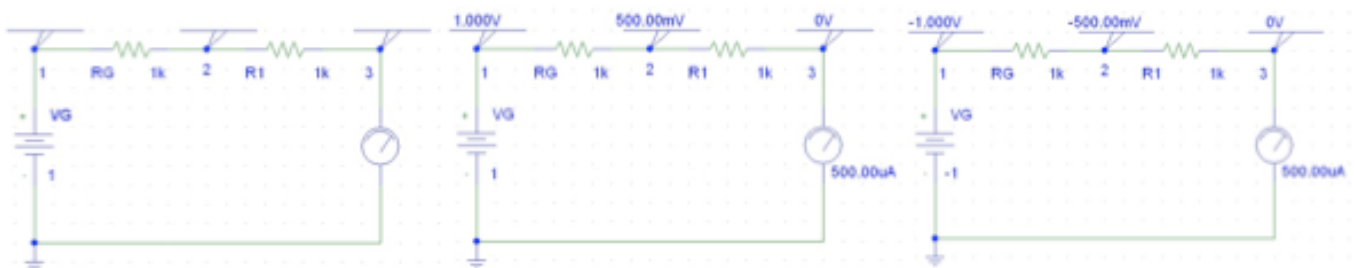
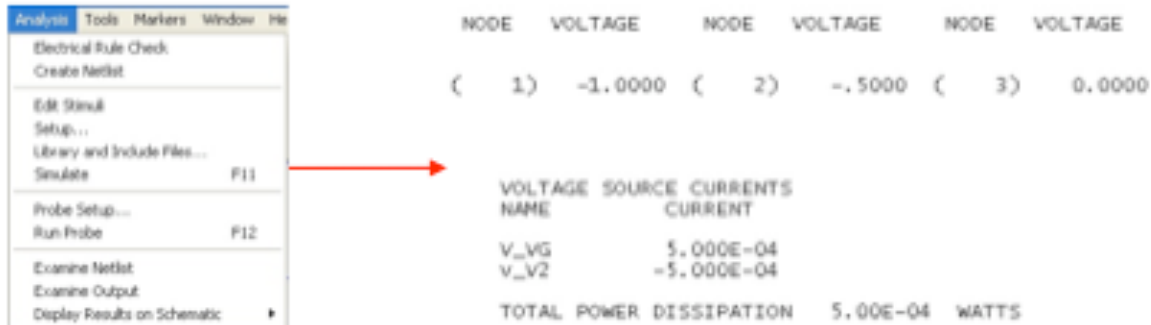

Figura II.4. Utilización de amperímetros y voltímetros para obtener los resultados de un análisis DC en PSpice.
Figura II.5. Presentación numérica de los resultados de un análisis DC en PSpice.
La primera de ellas, representada en la figura II.4, consiste en utilizar el amperímetro (medidor de corriente) y el voltímetro (medidor de tensión) mostrados en la figura II.2. Sobre estos elementos es preciso tener en cuenta las siguientes consideraciones:
- En el amperímetro se supone implícitamente que la corriente entra por el extremo en el que hay un arco de circunferencia. Sin embargo, a la hora de realizar medidas, es preciso tener en cuenta que el amperímetro no muestra el signo de la corriente. Compárense, por ejemplo, los resultados mostrados en las partes central y derecha de la figura II.4; aunque se ha cambiado el signo de la tensión de la fuente, el amperímetro sigue mostrando el mismo valor de la corriente, mientras que los voltímetros sí reflejan la influencia del cambio de signo.
La figura II.4 también puede servir para ilustrar una circunstancia importante, aunque no relacionada directamente con las medidas. Dibujar correctamente el circuito de la figura II.4 y activar el análisis deseado apenas consume tiempo. Ahora bien, el consumo de tiempo es incluso menor si el circuito se resuelve a mano; es decir, sin recurrir a PSpice. Este programa es de gran ayuda cuando se hace referencia a circuitos complicados o se pretende realizar cálculos reiterativos variando uno o dos parámetros (por ejemplo, el uso de PSpice sería atractivo si lo que se pretendiera fuese calcular la tensión en una de las resistencias para distintos valores de la fuente; en ese caso no habría que repetir todos los cálculos para cada valor de la fuente, sino limitarse a hacer variaciones mínimas sobre el circuito original). Por consiguiente se recomienda al lector que, antes de utilizar PSpice en un problema concreto, evalúe si puede ganar tiempo resolviendo el problema sin ayuda del programa.
Un modo de obtener resultados, complementario del que acabamos de exponer (y útil cuando, por alguna razón, el análisis no proporciona en forma gráfica los resultados numéricos en amperímetros y voltímetros), consiste en seleccionar la opción *Analysis* en la barra de comandos y, dentro de ella, la opción *Examine Output* (véanse estas opciones en la figura II.5). Dentro de ella pueden encontrarse los resultados mostrados en la figura II.5. Como puede observarse, coinciden con los indicados en la parte derecha de la figura II.4 (que se refiere al circuito en el que se producen tales resultados). Además de esto, conviene tener presente lo que se indica seguidamente.
Si se pulsa el botón de tensiones, el programa muestra los valores de tales magnitudes en todos los nudos del circuito, como puede verse en la parte izquierda de la figura II.6. Estos valores son presentados con sus signos correspondientes (se sugiere al lector que compruebe que el circuito de la figura indicada es el mismo que el mostrado en la parte central de la figura II.4).